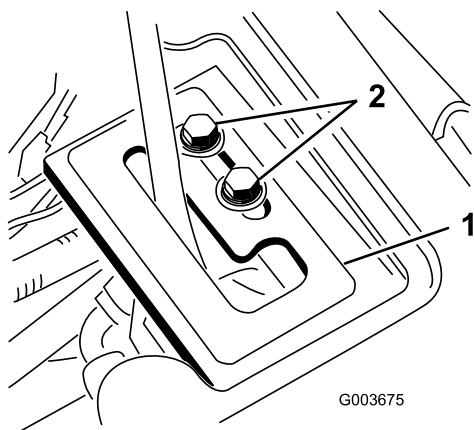

Рисунок 25
1. Вставьте направляющую пластину рычага над рычагом подъема и свободно закрепите ее на раме с помощью 2 винтов с фланцевой головкой и шайб (Рисунок 25).
пластину рычага так, чтобы гидроцилиндр подъема можно было выдвигать и втягивать вручную (Рисунок 25).
8. Затяните оба установочных винта направляющей пластины рычага подъема, чтобы зафиксировать регулировку (Рисунок 25).